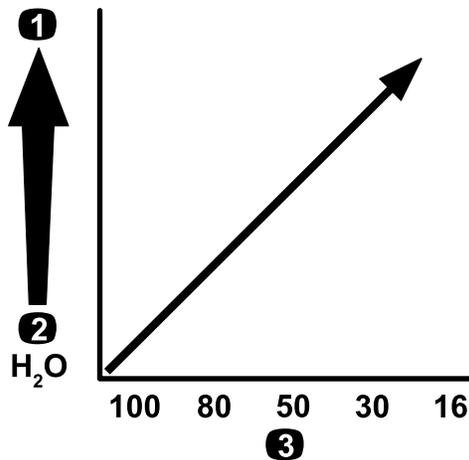

図 92
**重要** 粘度の高いドロドロした薬剤や、ウェットブル水和剤を散布する場合には、オプションの目の粗い圧力フィルタが必要になる場合があります 図 92を参照。